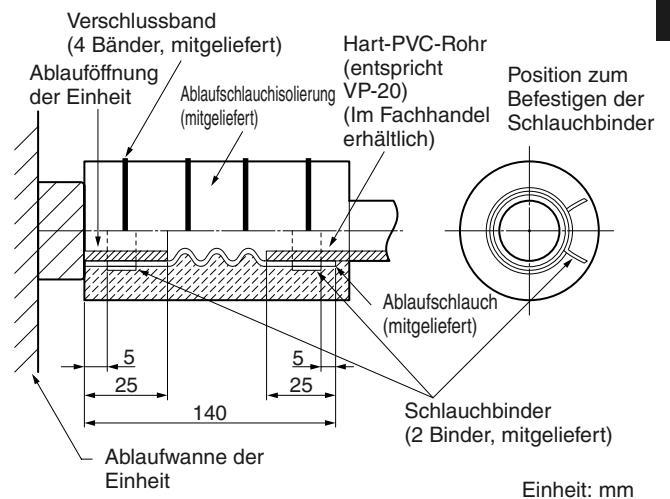

Abb. 3-132
- So anbringen, dass sich der Schlauchbinderverschluss auf der Seite der Ablauföffnung befindet. (Abb. 3-132)